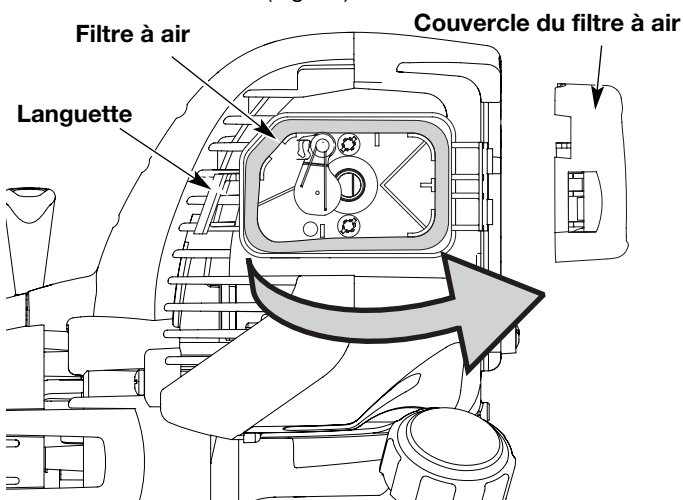

Fig. 28
1. Ouvrez le couvercle du filtre à air. Enfoncez la languette à gauche du couvercle, tirez celui-ci vers vous puis vers la droite (Fig. 28).
2. Retirez le filtre à air (Fig. 28).